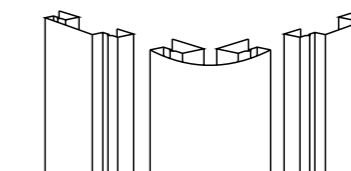

Рис. 4
*Примечание: для обрамления наружных углов можно использовать прямой угол или радиусную планку с широкой наборной планкой (наличником) из декоративной системы GL ЯФАСАД (рис. 4).*
- ▷ Вставьте наборные планки в радиусные планки, закрепите их (рис. 4).